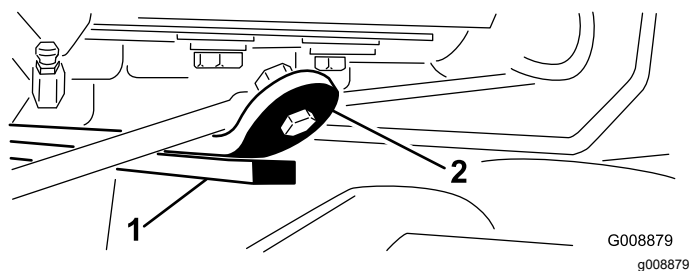

図 28
3. エンジンを始動し、昇降アームを上昇させて、後カッティングユニット上部にあるウェアバーとバンパーストラップとの間のすき間が図 28のように0.51-2.54mm になっていることを確認する。